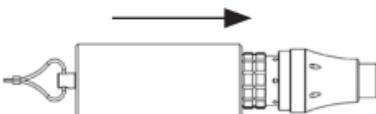

Figura 3
- Colocar a manga do conector na extremidade do conector do manípulo eléctrico (Figura 3).
Atenção: A extremidade do conector do manípulo eléctrico terá de estar selada com a manga do conector fornecida com a cesta (Figura 3).